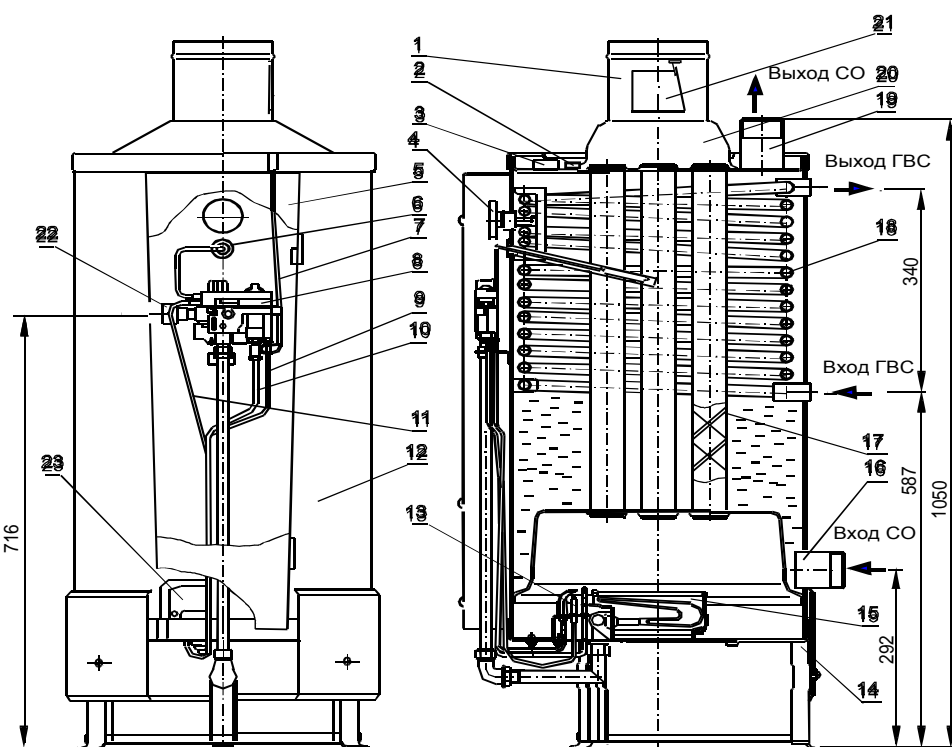

Рис. 1 Аппарат комбинированный (отопительный) газовый бытовой Комфорт
4.2. Блок автоматики 8 (Рис.1) V5474G "Honeywell" (США) представляет собой электромеханическое устройство и служит для подачи газа к запальнику и горелке, пьезорозжига, регулирования температуры воды и автоматического отключения подачи газа при:
4.3. Тягопрерыватель 1 (Рис.1) предназначен для автоматической стабилизации величины разрежения в топке аппарата, т.е. уменьшения влияния колебания величины разрежения в дымоходе на тягу в топке аппарата. Для успешной работы дверца тягопрерывателя 21 (Рис.1) должна легко вращаться на оси.
4.5. Автоматика по тяге и перегреву состоит из датчика тяги 2 (Рис.1) (биметаллическая пластина с микровыключателем), укрепленного на крышке бака, защитного термостата 3 (Рис.1) и проводов 7,
соединяющих микровыключатель датчика тяги и защитный термостат с блоком автоматики 8 (Рис.1).
Защитный термостат 3 (Рис.1) обеспечивает аварийное отключение подачи газа при нагреве воды в баке до температуры $93^{\circ}\text{C} \div 100^{\circ}\text{C}$. После остывания воды в баке до температуры $60^{\circ}\text{C} \div 70^{\circ}\text{C}$ защитный термостат автоматически включается и аппарат готов к новому включению.
5.9. Во избежание самопроизвольного срабатывания датчика тяги кожух 20 (Рис.1) не должен касаться биметаллической пластины датчика тяги.
6.8. Установите аппарат вертикально, и проверьте вертикаль по уровню. Установите щиток 23 (Рис.1) в нижней части бака.
6.9. Установите на аппарат тягопрерыватель 1 (Рис.1), обеспечив его строго вертикальное положение. Конец дверцы тягопрерывателя 21 (Рис.1) не должен выступать наружу и должен отклоняться от номинального положения внутрь тягопрерывателя не более чем на 1 - 2 мм. Дверца тягопрерывателя должна легко вращаться на оси.
Кожух 20 (Рис.1) не должен касаться биметаллической пластины датчика тяги 2 (Рис.1).